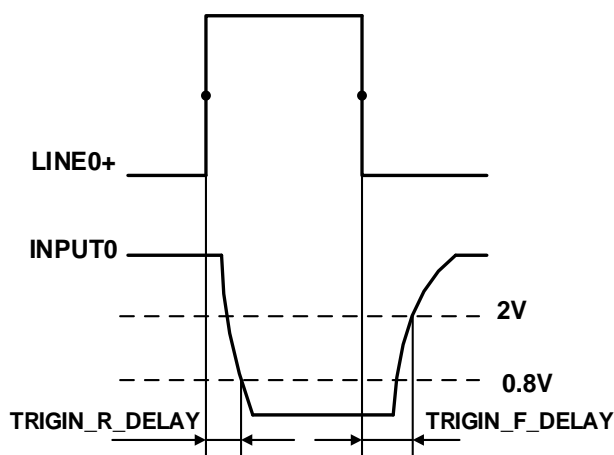

图 7-4 光耦隔离输入电路参数
- 上升沿延时时间： $<50\mu\text{s}$ ($0^{\circ}\text{C}\sim 45^{\circ}\text{C}$)，参数说明见图 7-4
- 下降沿延时时间： $<50\mu\text{s}$ ($0^{\circ}\text{C}\sim 45^{\circ}\text{C}$)，参数说明见图 7-4
- 输入上升沿延时： $<2\mu$ s (0 $^{\circ}$ C~45 $^{\circ}$ C)，参数说明见图 7-4
- 输入下降沿延时： $<2\mu$ s (0 $^{\circ}$ C~45 $^{\circ}$ C)，参数说明见图 7-4